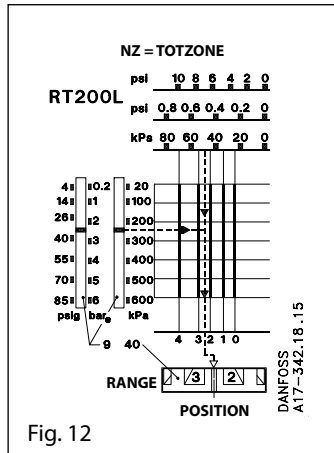
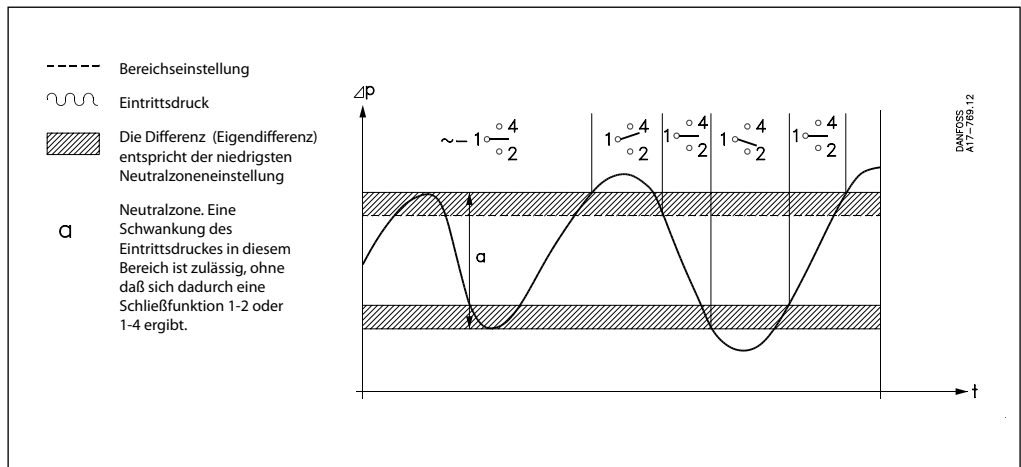

Fig. 12
Fig. 14
Die Neutralzone 35-32 = 3 m WS entsprechend 0,3 bar wird mittels der Neutralzonenrolle (40) Abb. 8 Seite 9 eingestellt. Dem Diagramm in Abb. 12 entsprechend wird die Rolle auf die Ziffer 1 eingestellt. Eine genaue Einstellung lässt sich durch die Verwendung des Prüfstandes in Abb. 14 erreichen.